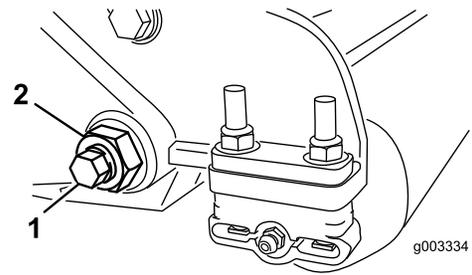

图30
3. 在机器的另一侧松开固定底刀架螺栓 图30 的锁紧螺母。
4. 拆下两个底刀架螺栓向下拉动底刀架并从机器螺栓 图30 上拆下来。